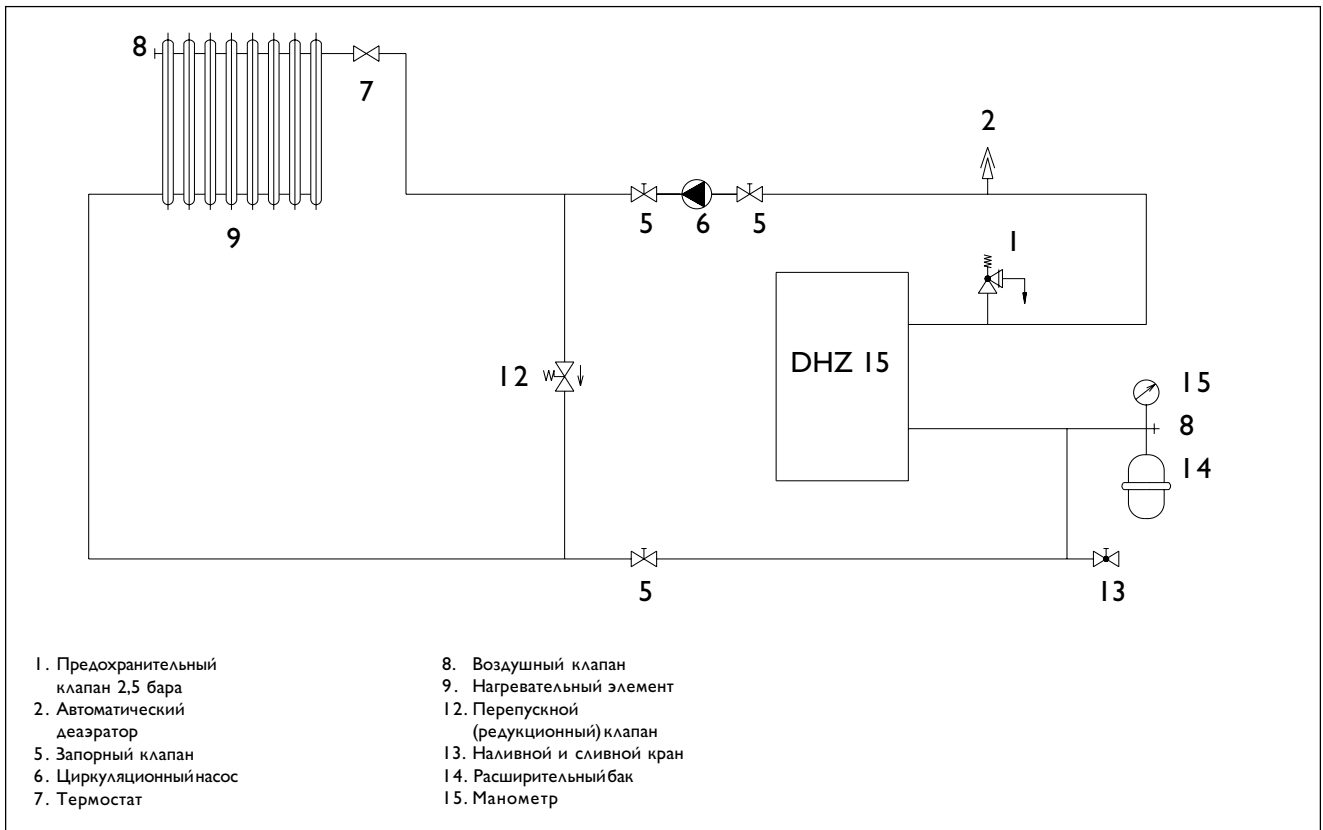

Рис. 3. Схема подключения гидравлики. Радиаторное и конвекторное отопление
- Прибор напольного типа с возможностью настенного монтажа. Консоль для настенного монтажа (рис.3) поставляется в качестве дополнительного оборудования.